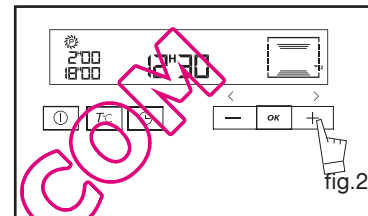

fig.2
- Appuyez sur la touche + ou - pour régler l'heure de fin souhaitée (fig.2).